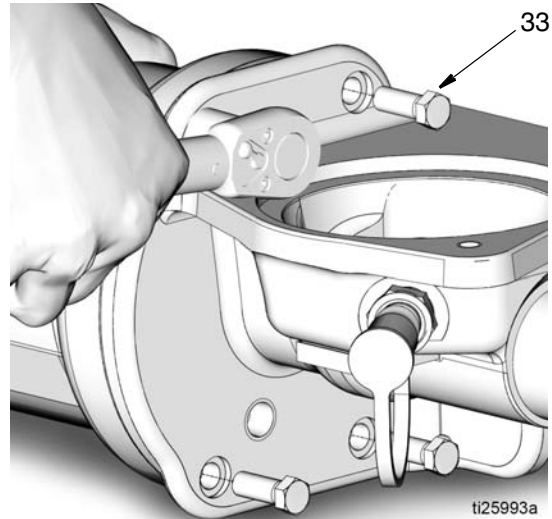

图 52
- c. 安装 4 个新螺栓 (33)。用手均匀拧紧螺栓，以对角模式每次每个拧一点点。然后用 10-13 英尺磅 (13.5-17.6 N•m) 的扭矩对角拧紧。参见图 52。